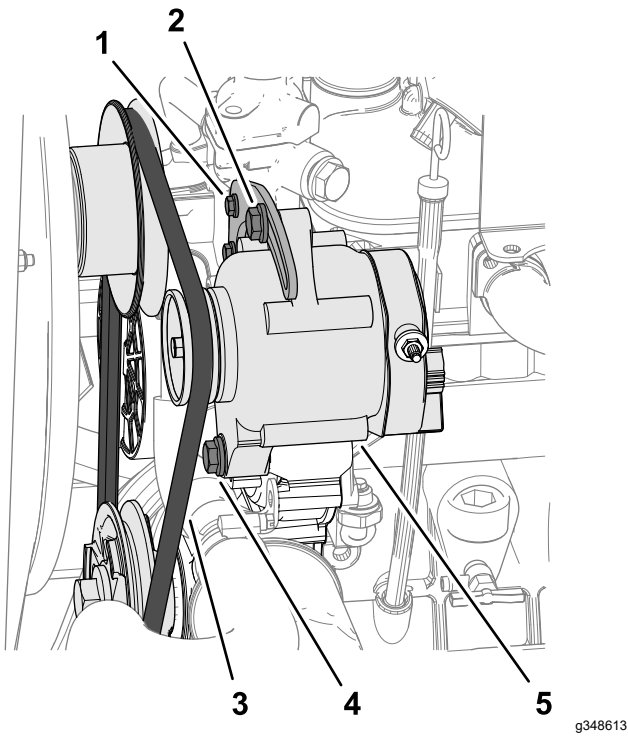

Figura 83
4. Aplique una fuerza de 10 kg contra la correa del alternador (Figura 83), en el punto intermedio entre las poleas.
- Si la desviación de la correa es inferior a 10 mm, afloje el perno del pivote del alternador y el perno tensor (Figura 83), y reduzca la tensión de la correa.
- Si la desviación de la correa es superior a 10 mm, afloje el perno de pivote del alternador y el perno tensor (Figura 83), y aumente la tensión de la correa.
**Nota:** Si es necesario, afloje el perno de la placa tensora (Figura 83).
6. Apriete los pernos (Figura 83).